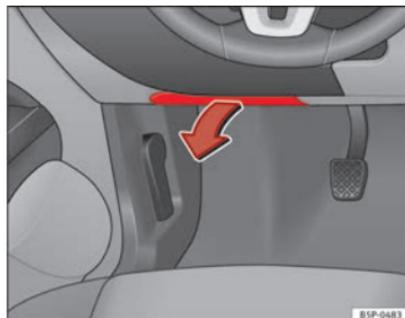

Fig. 185 Lado izquierdo del tablero de instrumentos: tapa de la caja de fusibles.
- **Abrir:** abata la cubierta hacia abajo ⇒ fig. 185.